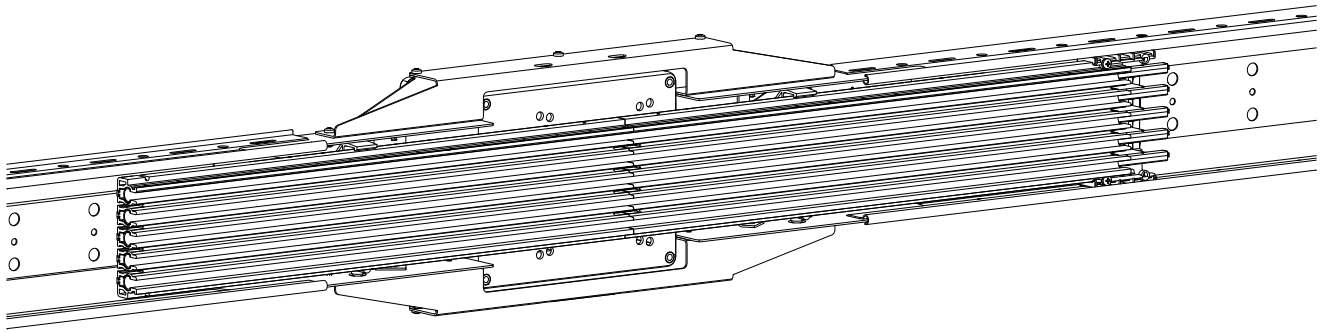

Abb. 71: Streckeneinspeisung mit Klemmenkasten ist im Befestigungsrahmen montiert
- Die Streckeneinspeisung mit Klemmenkasten in die Fixpunkte am Befestigungsrahmen einhängen. Dabei die PE-Position beachten. Conductix-Wampfler empfiehlt, die PE-Schiene als letzten bzw. unteren Pol anzubringen (von oben betrachtet) (siehe Abb. 71).